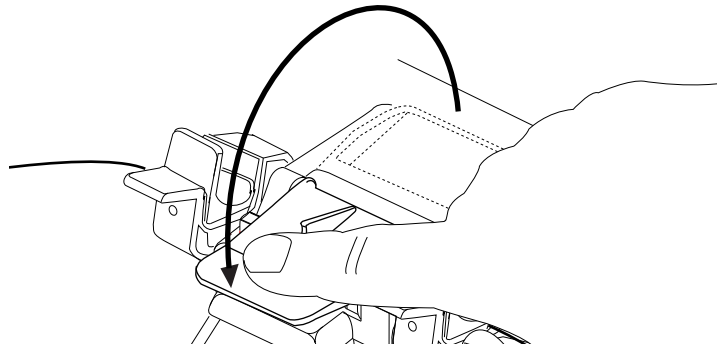

Abbildung 45
- d) Versiegeln Sie den Splice-Pak-Schutz, indem Sie den Andruckarm der Splice-Pak-Vorrichtung nach unten schwenken (siehe Abb. 45).